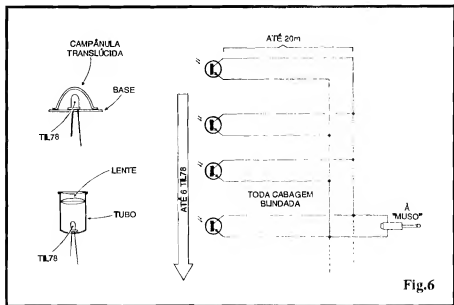

Fig.6
- FIG. 6 - ACOMODAÇÃO ÓTICA DOS SENSORES, E POSSIBILIDADES DE MÚLTIPLO SENSOREAMENTO... - Embora em alguns casos e aplicações os sensores (foto-transistores) possam até ser usados "nús", na maioria das intenções, um dos dois métodos ilustrados (parte esquerda da figura...) darão melhores e mais consistentes resultados... Para uma monitoração "ambiental", mais ampla e genérica, recomenda-se a cobertura do sensor com uma campânula translúcida (pode ser usada a lente, branco leitosa, de um "olho de boi" comum, ou mesmo "meia bola" de pingue-pongue...). Já para sensores mais "agudos" e direcionais, o "entubamento" do TIL78 e a anexação de uma pequena lente, garantirão bom desempenho... Na mesma figura temos a disposição geral para adaptação de múltiplos sensores à MUSO: basta "paralelar" (ou seja: juntar coletores com coletores e emissores com emissores...) todos (até 6) os TIL78 ou equivalentes, SEMPRE USANDO CABAGEM BLINDADA MONO, e conduzir a informação reunida à MUSO (cabagem blindada...), terminando no plugue de conexão... Conforme já foi explicado, distâncias de até 20 metros entre o sensor e a MUSO são admitidas sem problemas, pelo que indicaremos nossos testes... No entanto, nada impede que o Leitor/Hobbysta experimente distâncias maiores que **podem** ser usadas em ambientes onde não exista muita interferência ou campos eletro-magnéticos capazes de induzir sinais "falsos" à entrada da MUSO...
São muitas, como já foi dito, as possibilidades de utilização prática do sistema... Ambientes diversos podem ser controlados através de sensores com campânula translúcida (ver fig. 6), de modo que, à noite, se a lâmpada do local for acesa, a MUSO perceberá o fato, acionando a carga escolhida, via relê... Também objetos ou locais muito específicos podem ser controlados, tanto via foto-transistores "nús" quanto com sensores "entubados" e dotados de lentes (ver a mencionada figura 6...). Num exemplo prático, em ambiente naturalmente iluminado, objetos valiosos podem ser protegidos contra roubo simplesmente colocando os próprios ditos objetos **sobre** um sensor da MUSO, que assim, "verá", imediatamente, qualquer tentativa de remoção do tal objeto!